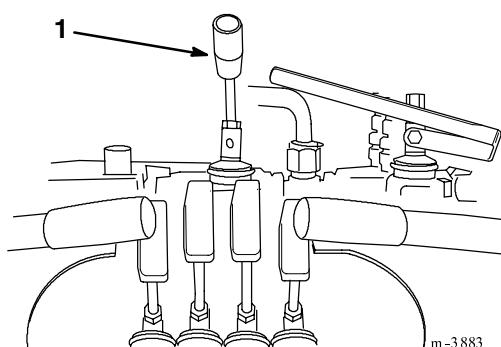

Figure 3
- Visser le levier dans le distributeur du sélecteur de pompe (Fig. 3).